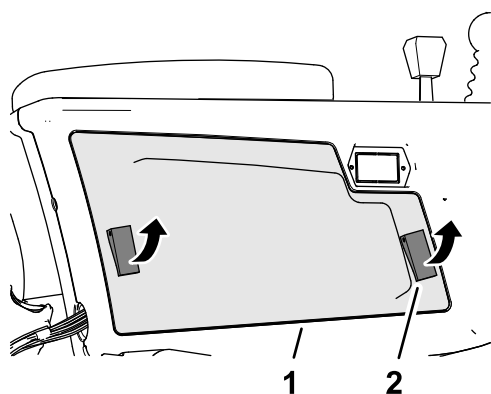

Figura 99
2. Abra los 2 enganches que sujetan la cubierta del brazo de control al brazo de control, y retire la cubierta (Figura 99).